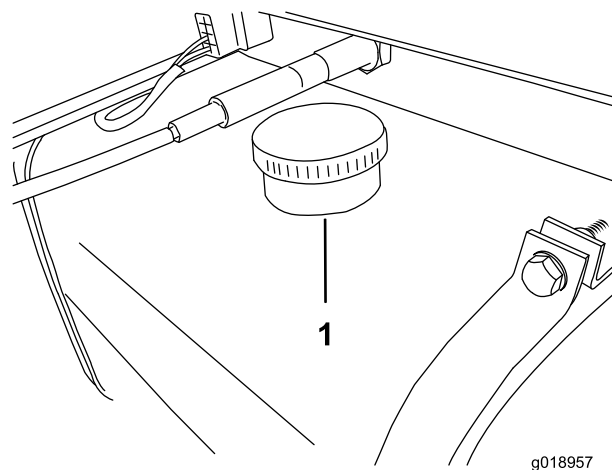

Figure 41
4. Nettoyez la surface autour du goulot de remplissage du réservoir hydraulique (Figure 41).